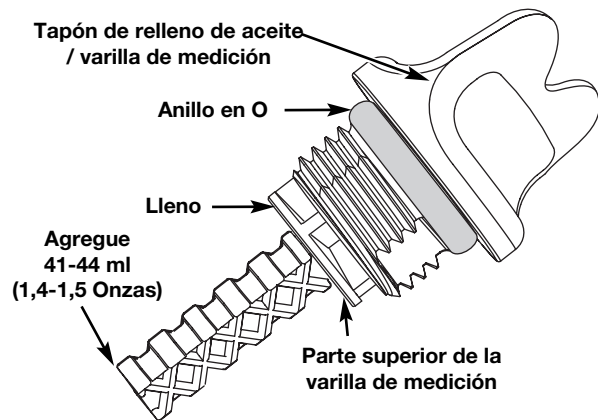

Fig. 22
ADVERTENCIA: Evite los arranques accidentales. Colóquese en posición de inicio cuando tire de la cuerda de arranque (Fig. 22). El operador y la unidad deben estar en una posición estable al arrancar la unidad para evitar graves lesiones personales.
5. Retire el tapón de relleno de aceite / varilla de medición e inspeccione el nivel del aceite. El aceite debe llegar hasta la parte superior de la varilla de medición (Fig. 22).